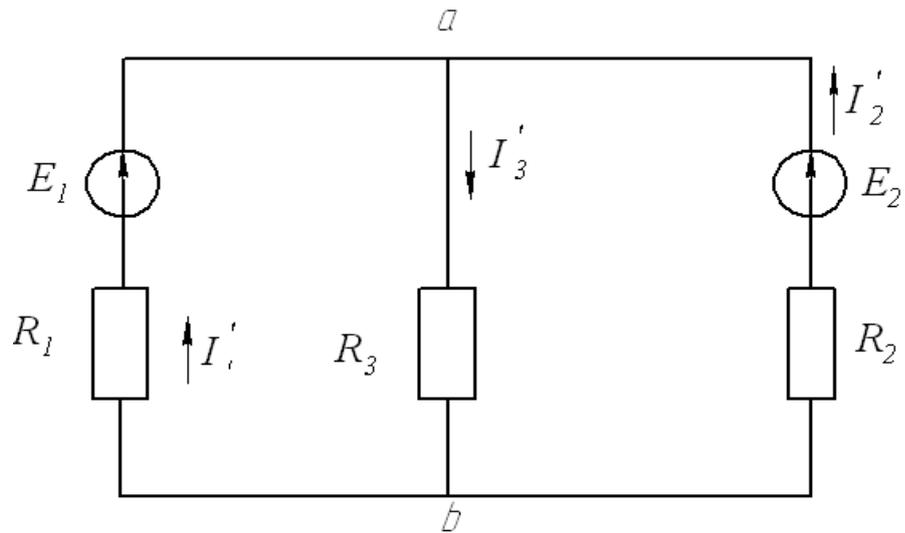

Рисунок 2.2.4 – Первая частичная цепь
2. Рассчитываем первую частичную цепь с источником  $E_1$  (рис. 2.2.4).  $E_2$  принимаем равной нулю. Так как цепь простая, то используем метод свертывания.